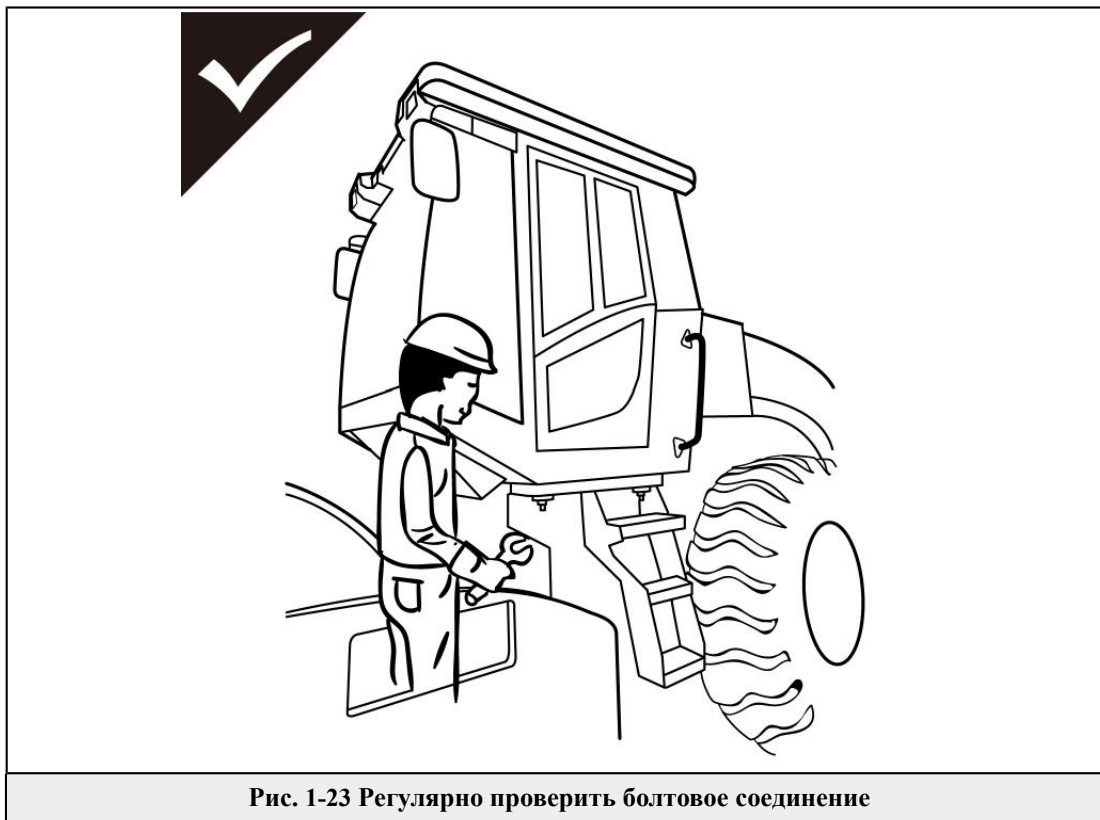

Рис. 1-23 Регулярно проверять болтовое соединение
- Проверить кабину на предмет повреждений и соединений. Регулярно использовать инструменты для затяжки соединительных болтов кабины (момент затяжки см. в руководстве по обслуживанию и ремонту) (**Рис. 1-23**).